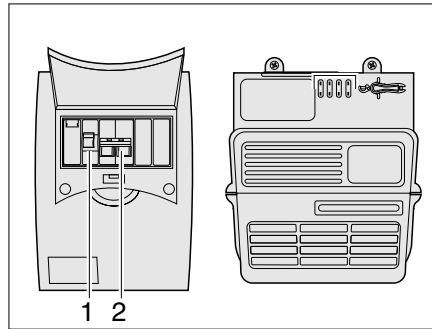

Fig. 96 Coffret de fusibles 230 V
Le fusible principal (Fig. 96,2) protège le courant d'entrée 230 V avec max. 10 A. En outre, un disjoncteur différentiel (Fig. 96,1) se trouve dans le coffret de fusibles.
- Activer et désactiver brièvement le disjoncteur de protection de circuit 230 V (voir Fig. 96) et l'interrupteur principal de la batterie (voir Fig. 90) pour interrompre le flux de courant.